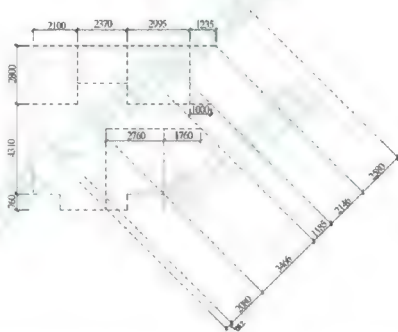

图 7-13
**步骤 10:** 使用偏移工具 $\parallel$ ，以绘制的斜线段为偏移对象进行偏移，偏移得到的效果如图 7-13 所示。